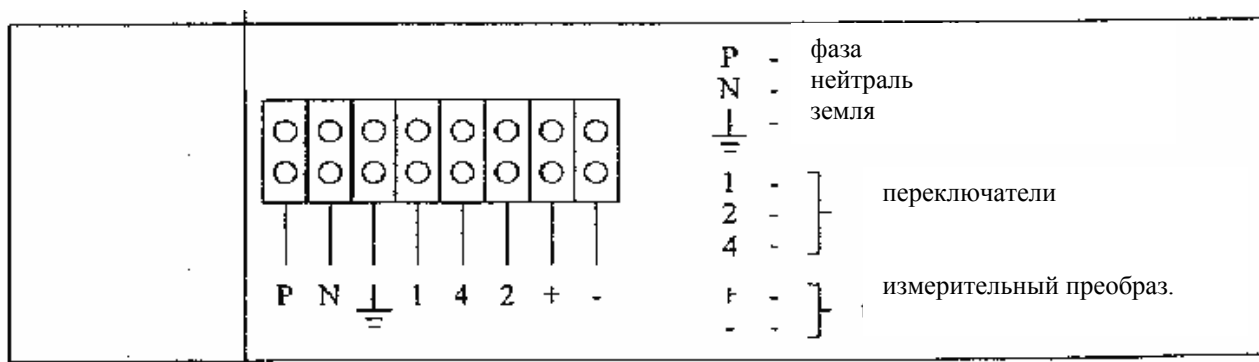

Рис. 5: Электрические соединения
- II. Подсоедините провода к контактной колодке, показанной на рис. 5.